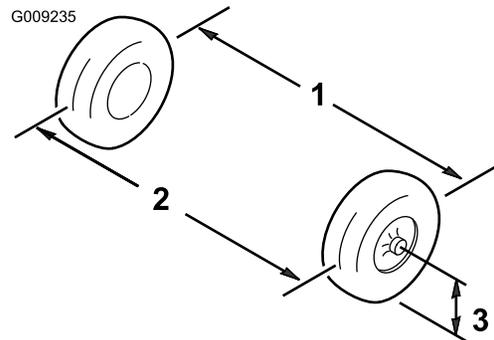

Рисунок 48
1. Измерьте расстояние между обеими передними шинами на уровне моста, с передней и задней стороны передних шин (Рисунок 48).